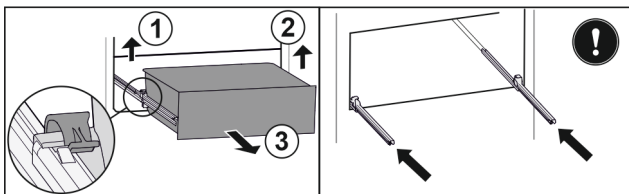

Fig. 75
- ▶ Levante la brida izquierda y, simultáneamente, tire de la parte izquierda del cajón hacia delante. Fig. 75 (1)
- ▶ Levante la brida derecha y, simultáneamente, tire de la parte derecha del cajón hacia delante. Fig. 75 (2)
- ▶ Extraiga el cajón hacia delante. Fig. 75 (3)